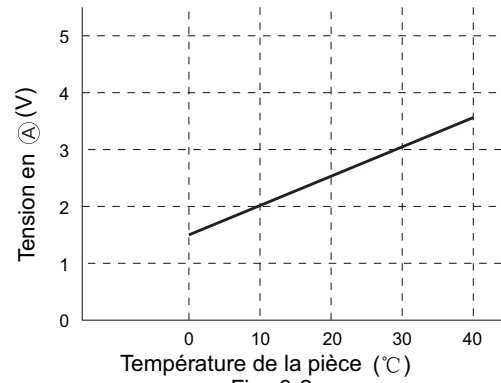

Fig. 3-2
La tension en (A) dépend de la température de la pièce, comme le montre la Fig. 3-2.